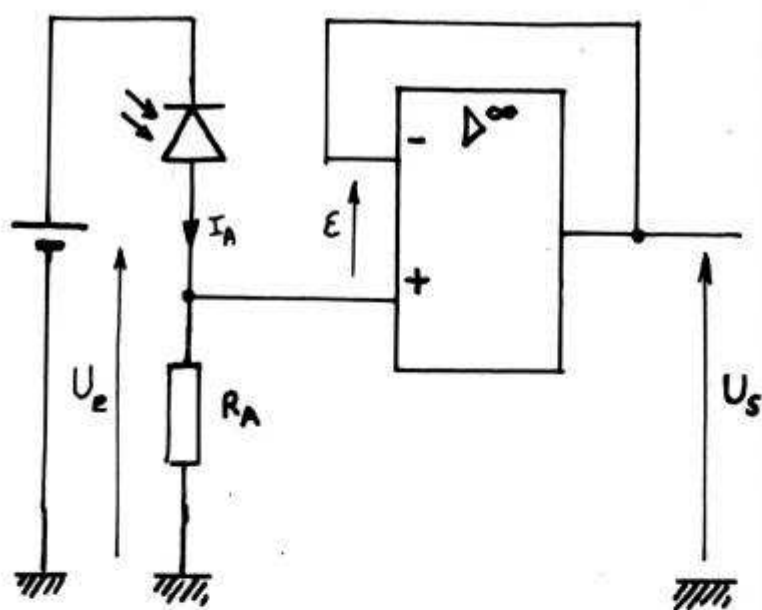
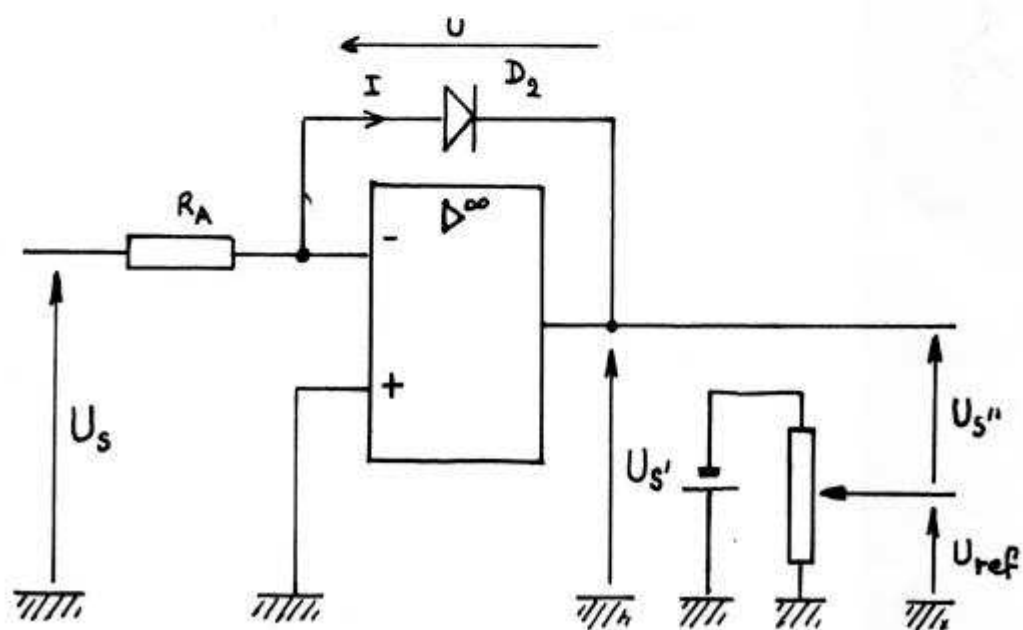

Figure 2
Figure 3
On réalise le montage schématisé figure 2
- 4.** On complète le montage de la figure 2 en ajoutant celui de la figure 3. La tension U_s est envoyée à l'entrée d'un deuxième amplificateur opérationnel dont la tension de sortie est U_s' .